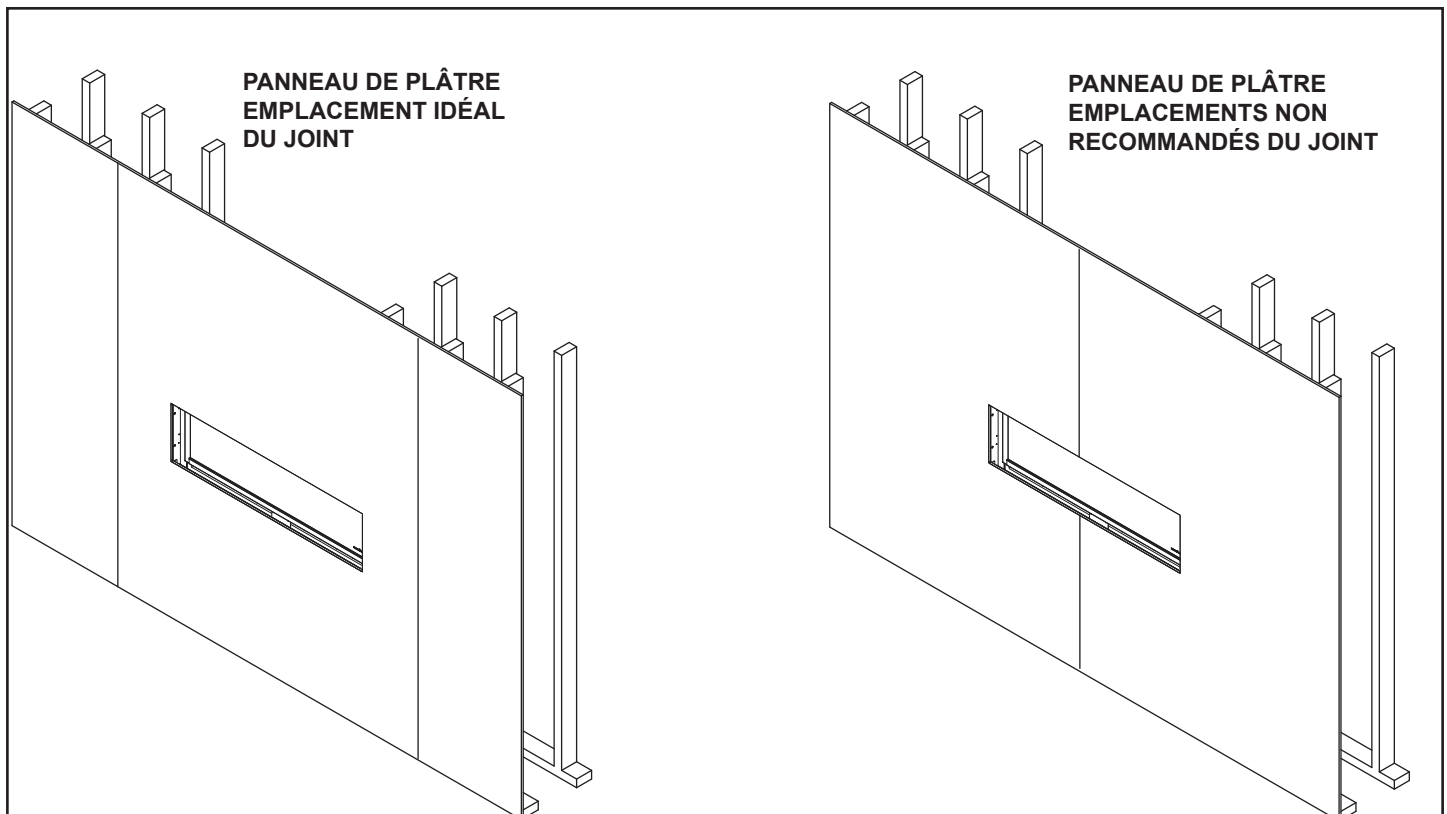

Figure 10.19. Joints du panneau de plâtre – avant l'installation du granite
La figure 10.19 présente le PRIMO installé dans un mur de panneaux de plâtre.
1. Installez un panneau de plâtre de 13 mm (1/2 po) jusqu'au haut, au bas et aux côtés de l'ouverture de l'appareil, comme il est indiqué à la figure 10.19 et 10.20.
3. Une surface de panneau de plâtre permettra à l'encadrement de granite de reposer à plat. Les joints du panneau de plâtre empêcheront la mise à niveau du granite. Voir la figure 10.19.